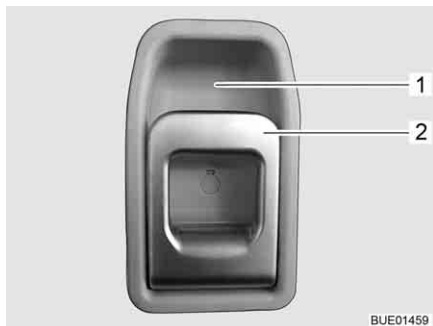

Bild 34 Dörrlås ingångsdörr, insida
- Drag i handtaget (Bild 34,2). Dörrlåset låses upp.
- Tryck handtags (Bild 34,2) övre del i riktning mot greppkåpan (Bild 34,1).